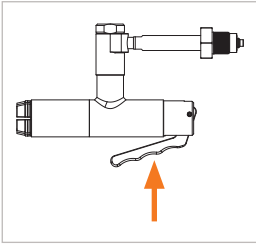

Figure 1
- ▶ Actionner le levier à main (Pos. 2) (Figure 1). Les mâchoires de serrage s'ouvrent.
- ▶ Insérer le connecteur, avec le levier à main (pos. 2), et le placer dans l'axe et en butée sur la pièce d'essai. Le joint frontal est ainsi préservé des dommages causés par d'éventuels bords saillants sur la pièce d'essai et sur le connecteur et le bon raccordement est garanti.